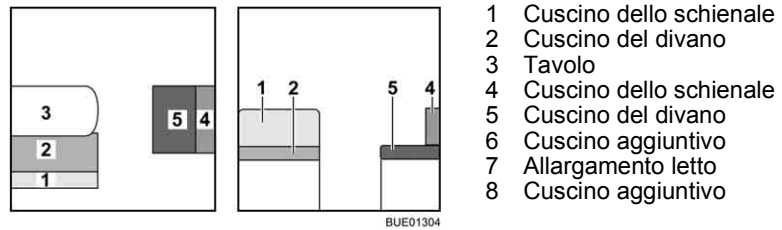

Fig. 127 Prima della trasformazione
- Trasformare il tavolo (Fig. 127,3) in struttura di supporto letto (vedi paragrafo 6.10).
- Rimuovere il cuscino dello schienale (Fig. 127,1) e riporlo.